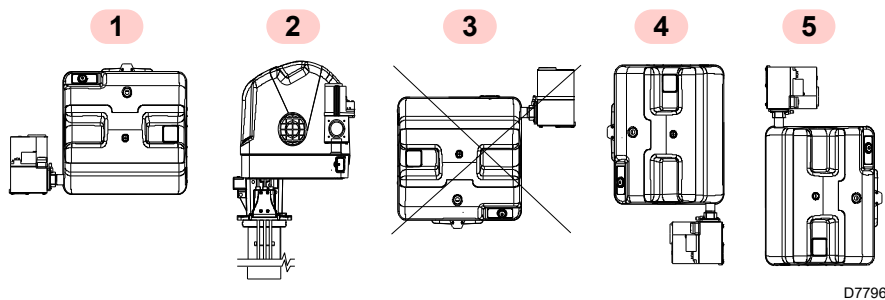

Abb. 13
- Der Brenner kann ausschließlich in den Stellungen **1, 2, 4** und **5** betrieben werden (Abb. 13).
- Alle Positionen erfordern die Installation des Gasventils mit nach oben oder waagrecht ausgerichteten Spulen (Abb. 13).